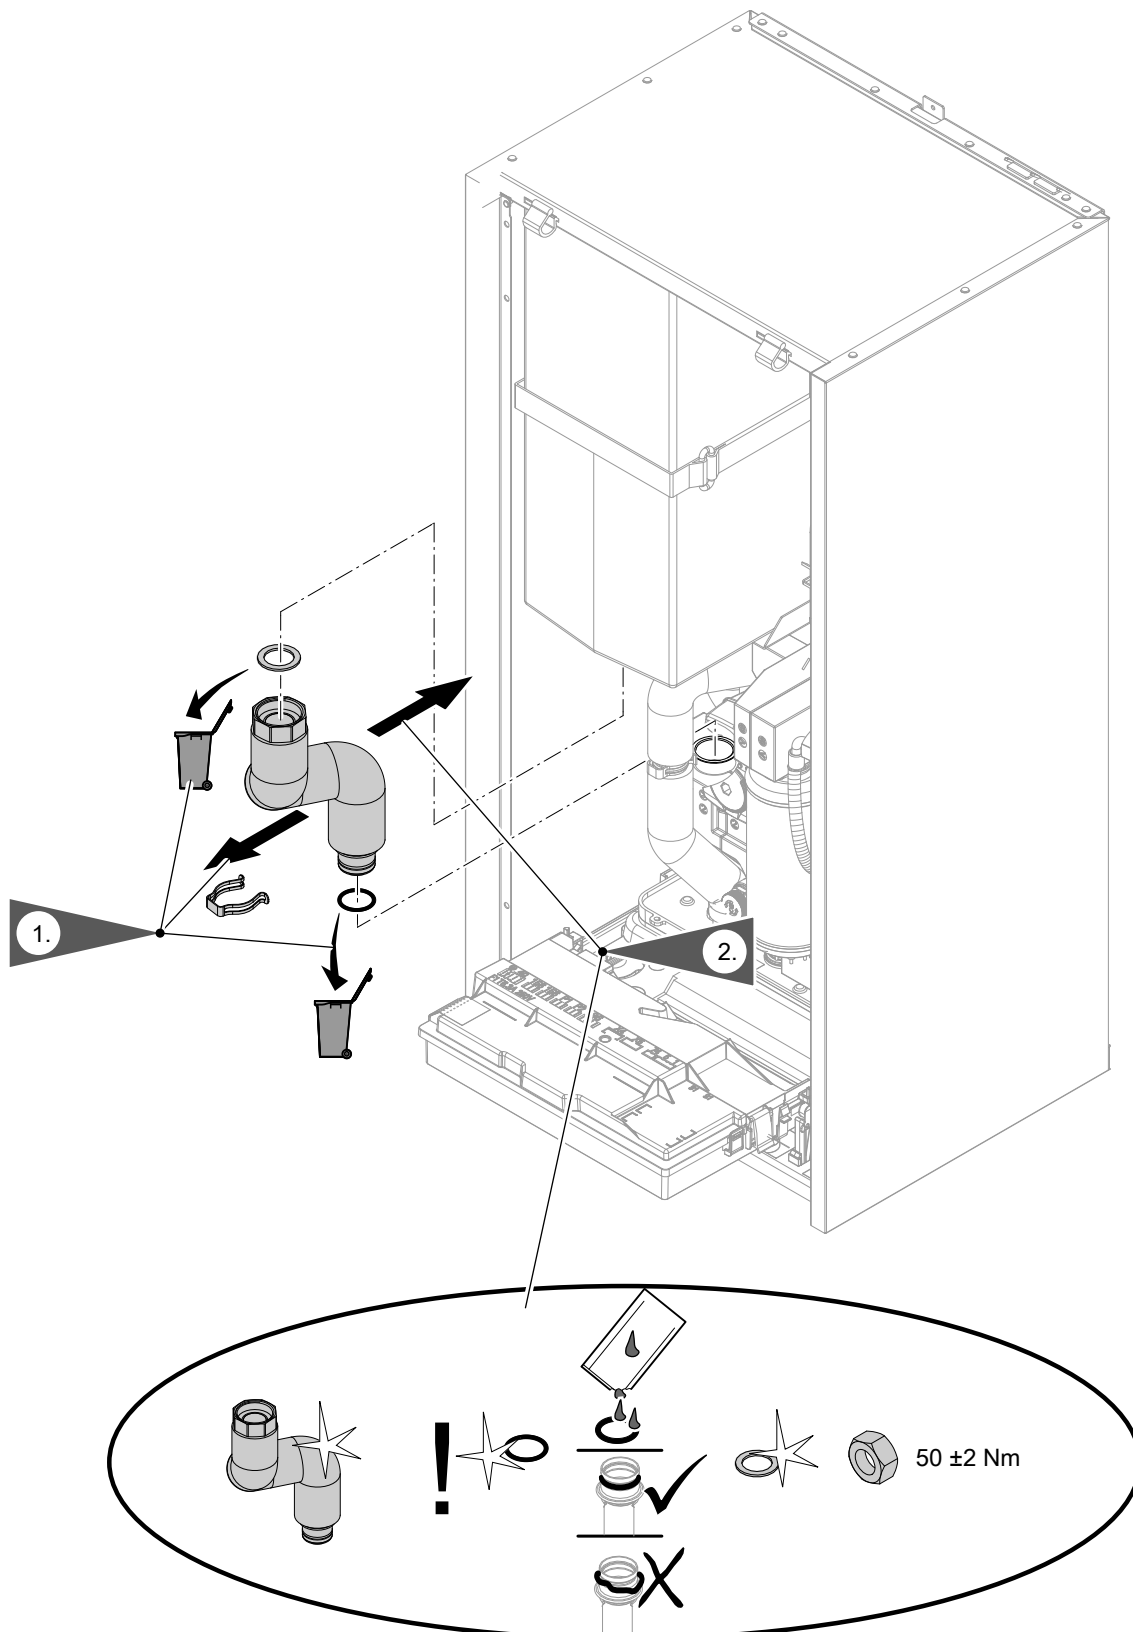
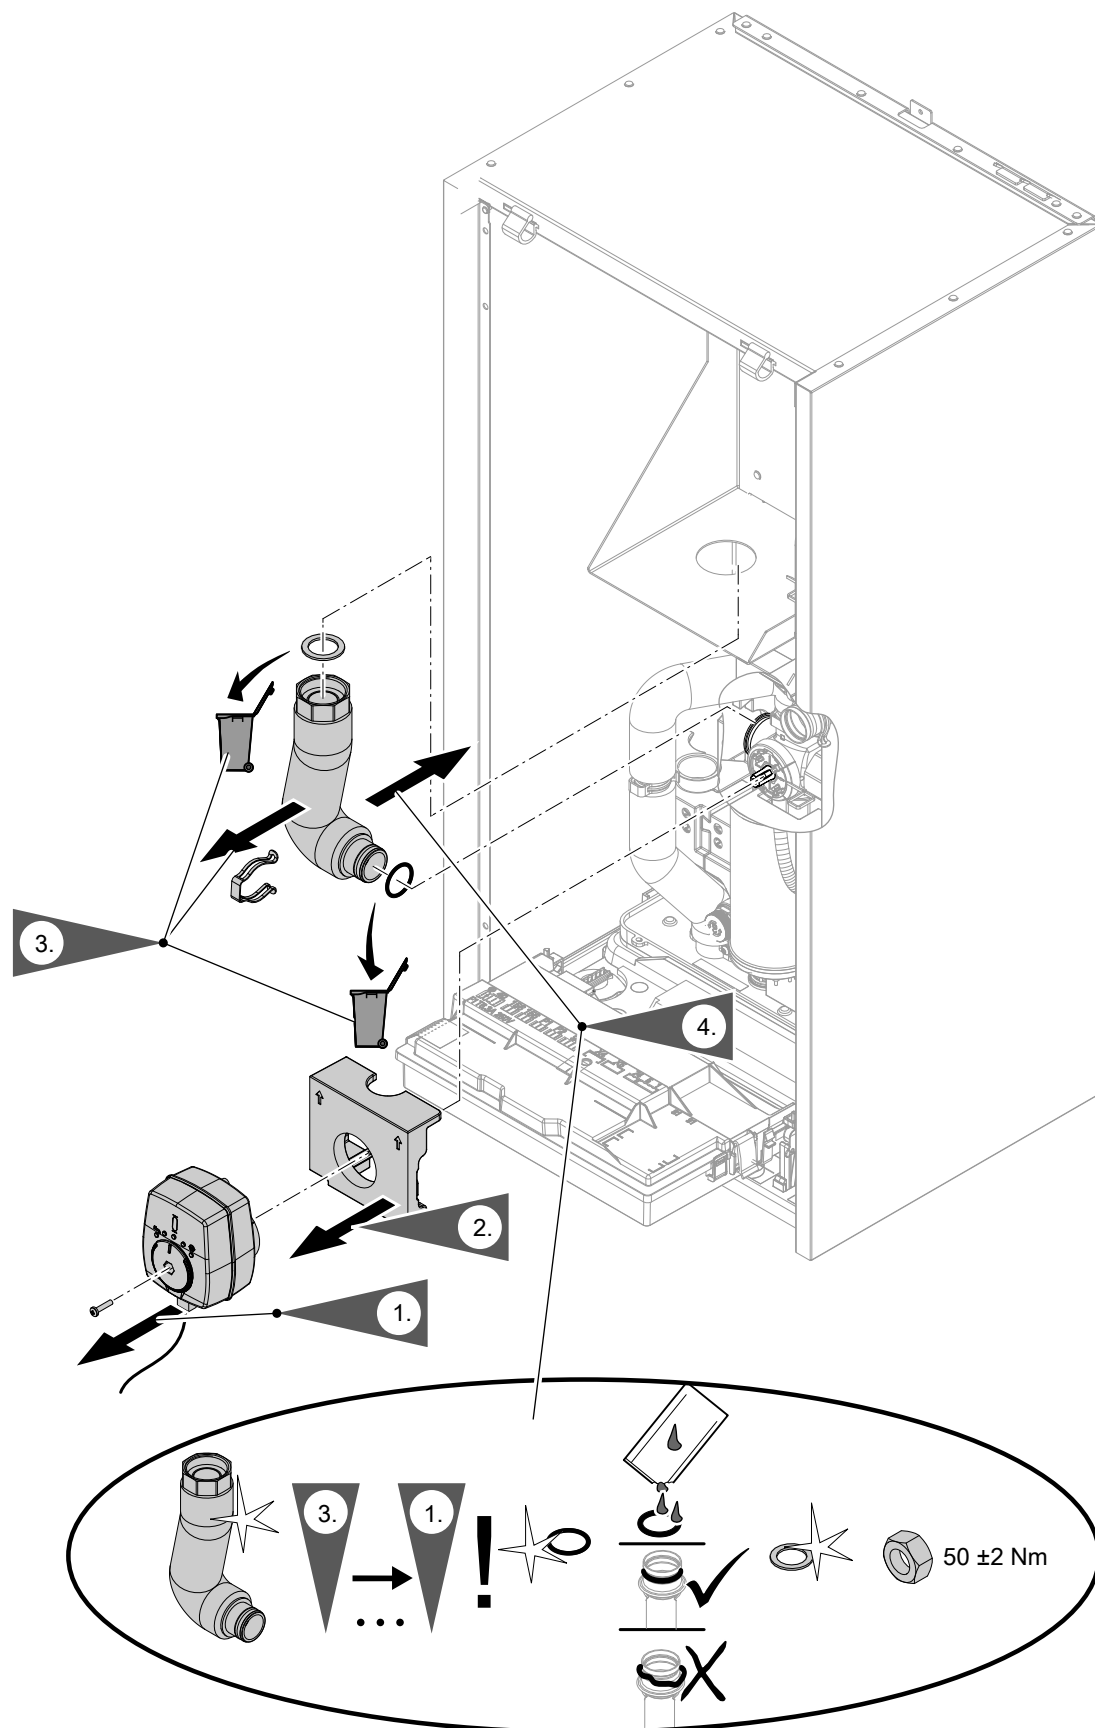

Abb. 84
Abb. 85
- Hydraulische Leitungen: Siehe Abb. 84 bis Abb. 85.